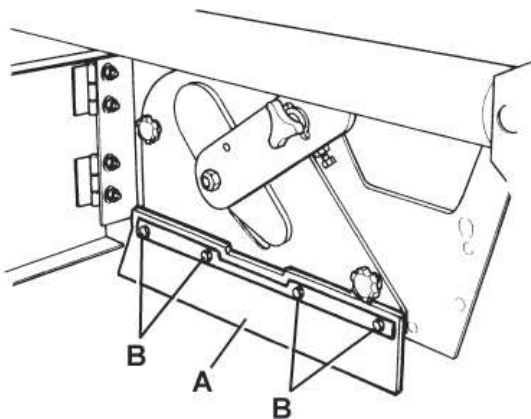
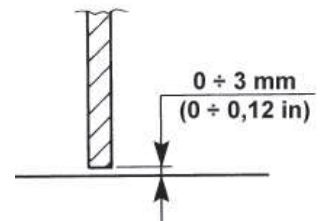

Abbildung 19
Abbildung 21
5. Haltevorrichtungen (8) und (6) ausrasten und rechte (7) und linke (5) Klappe öffnen.
6. Seitliche Schmutzfangklappen (A, Abb. 19) auf Schäden überprüfen.
7. Überprüfen, ob die Bodenfreiheit der seitlichen Schmutzfangklappen (A, Abb. 19) zwischen 0 und 3 mm beträgt (siehe Abb. 21). Falls erforderlich, Schrauben (B, Abb. 19) lösen und Schmutzfangklappenstellung einstellen. Danach Schrauben (B) wieder eindrehen.